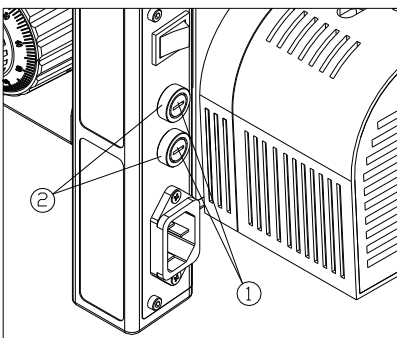

图 33
更换保险丝前，必须将开关置于“O”（OFF）处，拔掉主电源线。用一字型的螺丝刀将保险丝组①从保险丝座②上旋出来，换上新的保险丝后，再旋进保险丝座。（如图33）